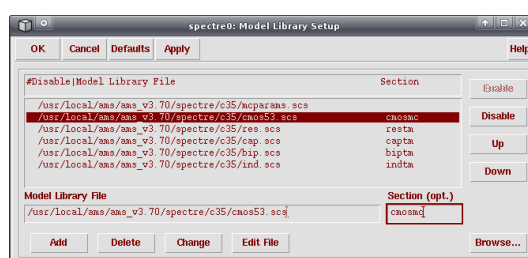

Figura 12: Selección de la sección del análisis estadístico en la biblioteca tecnológica.
3. Le aparecerá la pantalla de la figura 12 donde debe cambiar la sección de la biblioteca `/usr/local/ams/ams_v3.80/spectre/c35/soac/cmos53.scs` a `cmosmc`. Seleccione la biblioteca, introduzca la nueva sección, haga click en **Change** y posteriormente en **OK**.